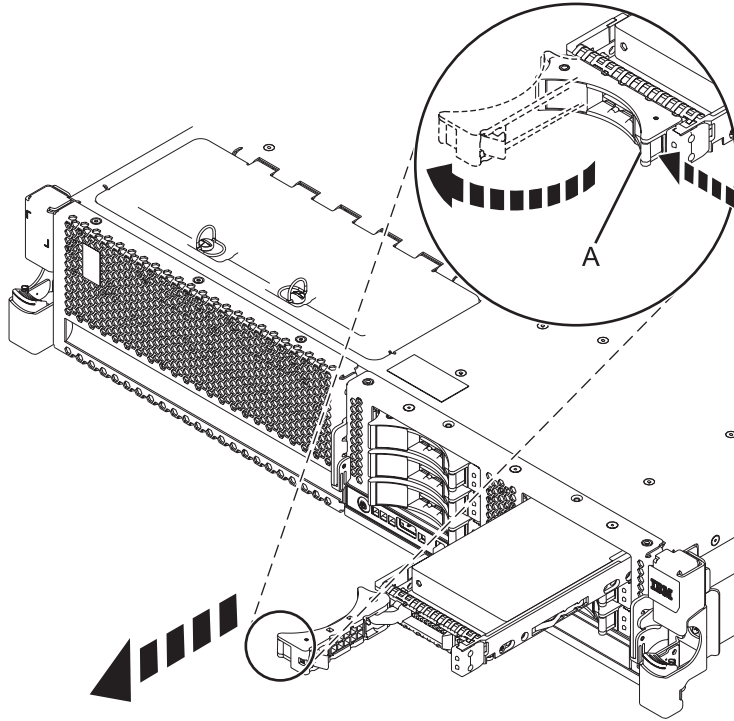

Figure 21. Retrait d'une unité de disque du système
- Lorsque le voyant d'identification clignote, déverrouillez la poignée de l'unité en appuyant dessus et en la tirant vers vous, comme illustré à la figure 21, à la page 37.